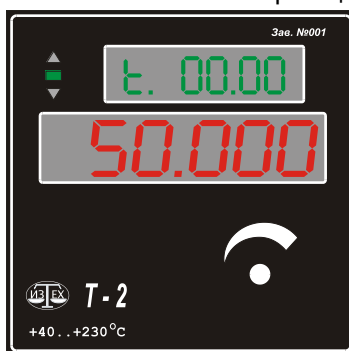

Рис. 2.
7.3. После выхода термостата на уставку в вспомогательной строке дисплея появится таймер, который в часах и минутах будет отображать время с момента выхода термостата на уставку. Рис. 2.